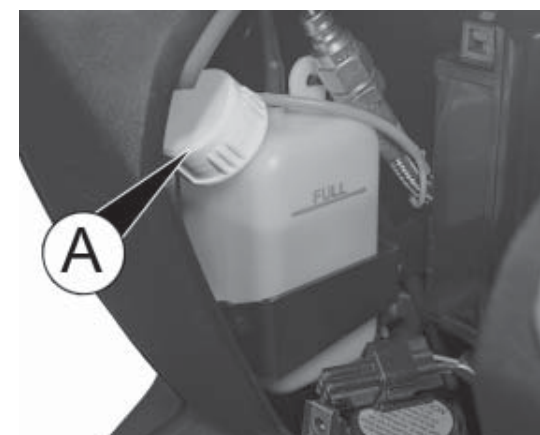

fig. 3
- verificare che il liquido raffreddamento motore presente nella vaschetta sia in prossimità della tacca FULL fig. 3;
- qualora occorra effettuare il rabbocco del liquido raffreddamento motore accedere alla vaschetta svitando il tappo A fig. 3 oppure rivolgersi ad un concessionario autorizzato Quadro oppure presso una rete qualificata;